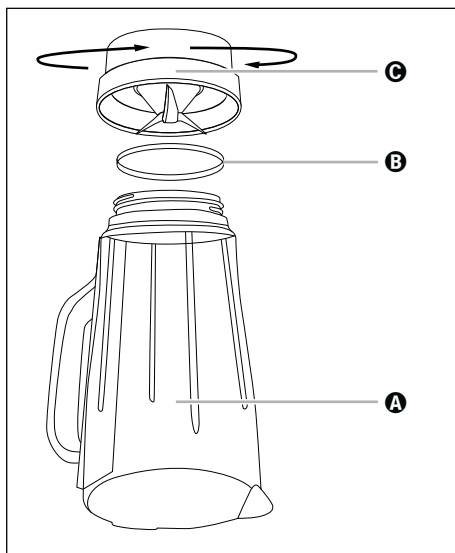

Fig. 4
- 2) Dé la vuelta al aparato y gire la pieza de plástico **C** del vaso **3** en sentido antihorario para poder desmontarla de la pieza de vidrio **A** del vaso **3** (consulte la fig. 4).